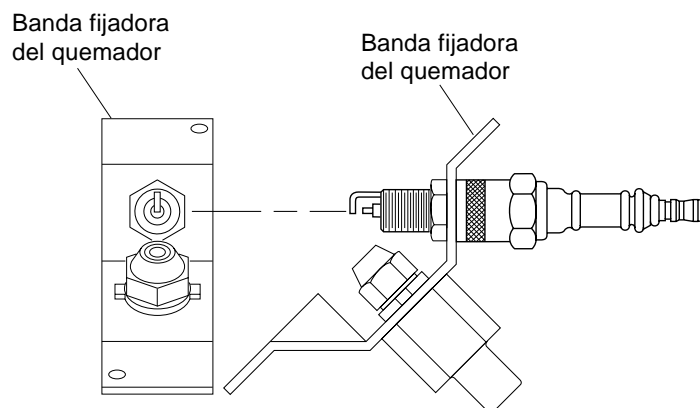

Figura 17 - Rotación de la bujía, modelo de 8,8 kW (30,000 Btu/hr)
10. Vuelva a colocar la banda fijadora del quemador en la bujía. Gire la banda fijadora del quemador para posicionar los electrodos de la bujía (vea la Figura 17).